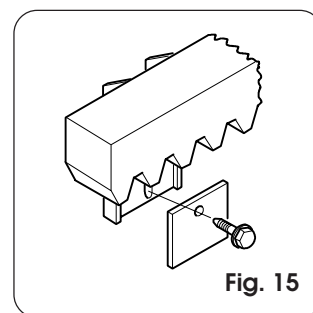

Fig. 15
4.8.3. Crémaillère de nylon à visser (Fig. 15)